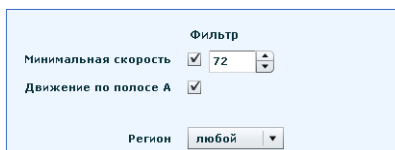

Рис. 21. Настройка фильтрации
- **Фильтр** — после нажатия на кнопку появляется окно (Рис. 21), позволяющее настроить фильтрацию получаемых нарушений (будут приходить только те нарушения, которые удовлетворяют заданным условиям):